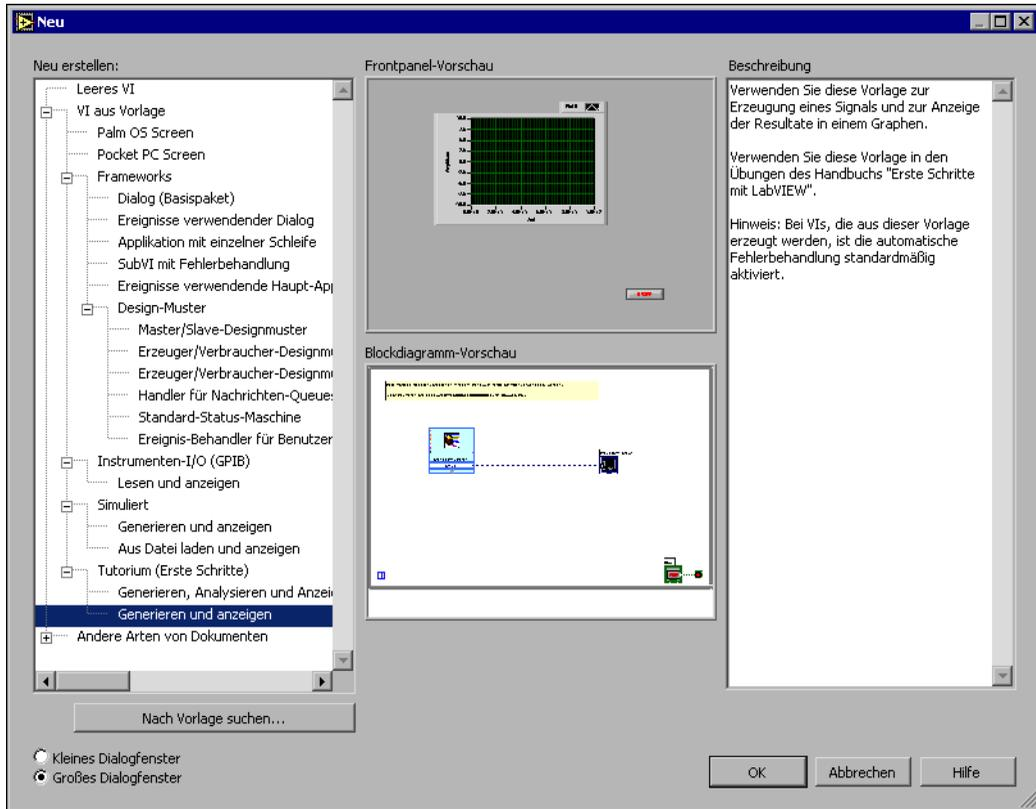

Abbildung 1-3. Das Dialogfeld Neu
3. Wählen Sie hier nun links in der Liste **Neu erstellen** die Option **VI aus Vorlage»Tutorium (Erste Schritte)»Generieren und Anzeigen**. Diese VI-Vorlage dient zur Erzeugung und Darstellung eines Signals. Es erscheinen nun zwei Vorschaufenster, und zwar die **Frontpanel-Vorschau** und die **Blockdiagramm-Vorschau**. Abbildung 1-3 zeigt das Dialogfeld **Neu** mit die VI-Vorlage “Generieren und Anzeigen”.